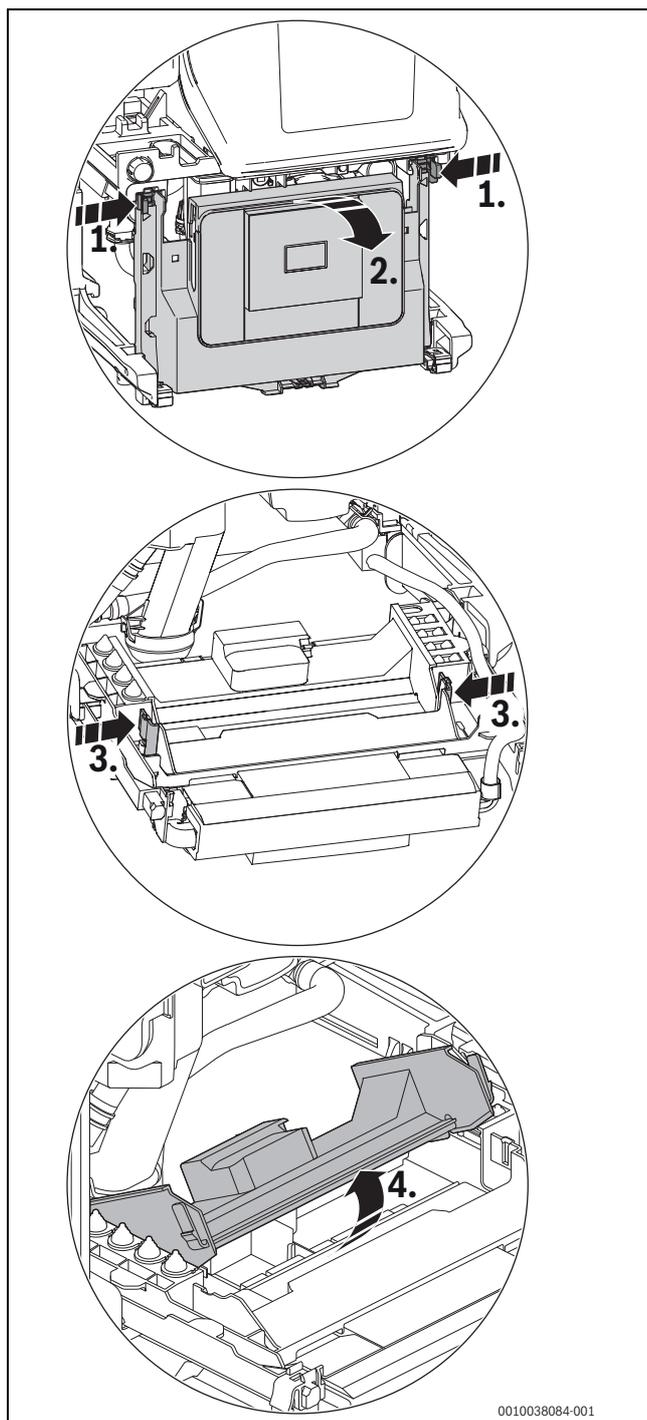

Bild 86 Abdeckung öffnen
- ▶ Steuergerät herunterklappen (→ Bild 86, Seite 49).